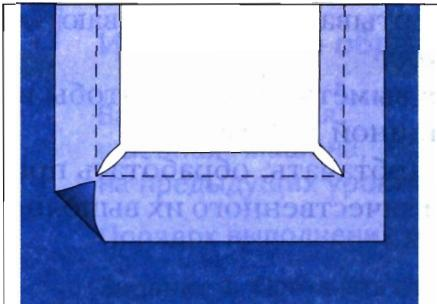

Рис. 33. Надсекание припусков шва во внутренних углах
2. Надсечь близко к строчке припуск шва во внутренних углах (рис. 33).